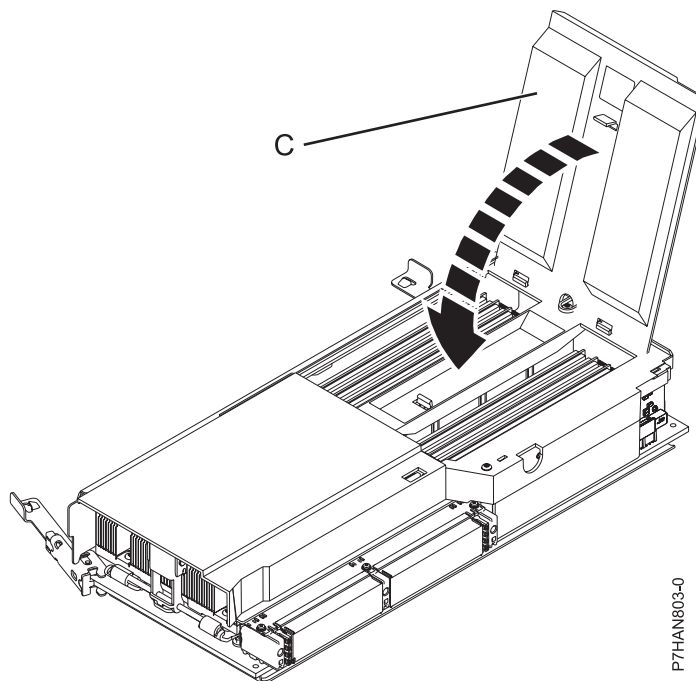

Figure 7. Fermeture du capot du module de mémoire
9. Fermez le capot du module de mémoire (C) en l'emboîtant dans son logement, comme indiqué sur la figure 7.